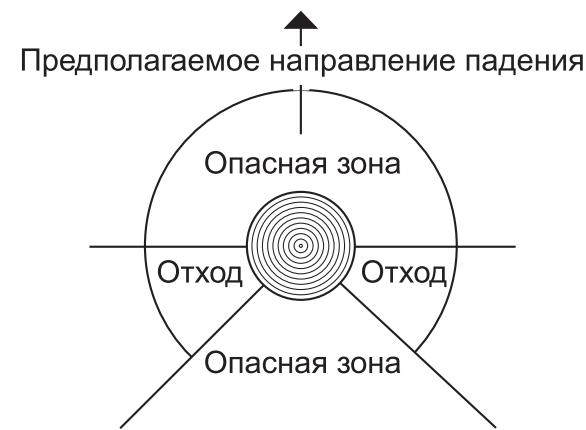

Рисунок 11 — Опасная зона при валке дерева
- Уберите подлесок вокруг дерева, наметьте и расчистите путь отхода, принимая во внимание любое препятствие или помехи (камни, ветви, ямы и т.п.). Ваша линия отхода (см. рис. 11) должна вести от ожидаемой линии падения под углом назад.
• Опасная зона — это зона окружающая дерево диаметром, равным 2,5 его длины (см. рис. 11). Убедитесь, что во время валки в этой зоне нет людей.